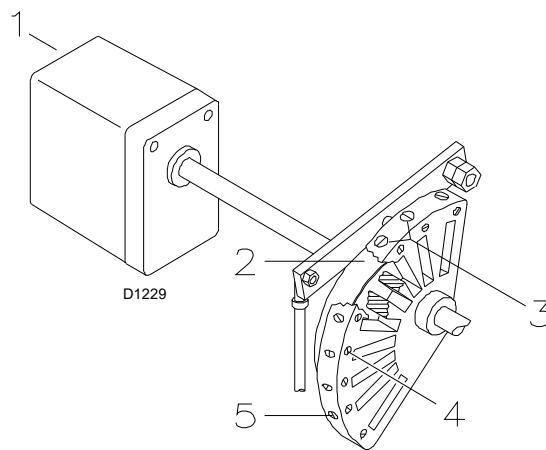
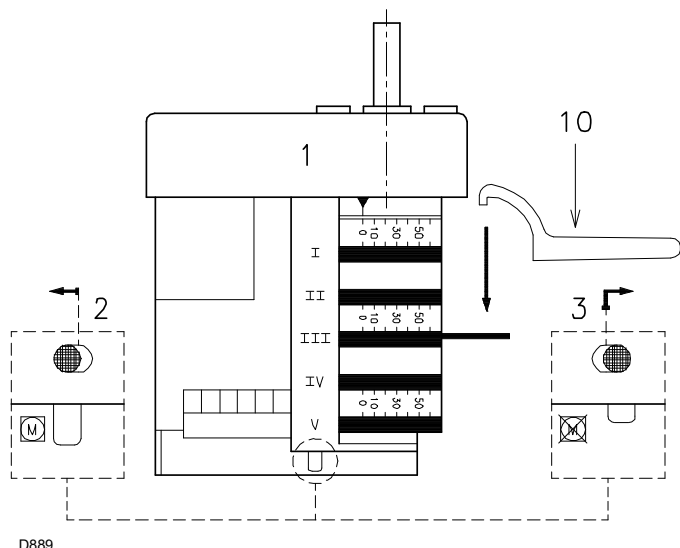

Abb. 28
Abb. 29
Das Endprofil des Nockens 2)(Abb. 28) durch Drehen der Schrauben 5) schrittweise ändern.
Das Ausgangsprofil des Nockens 2)(Abb. 28) durch Drehen der Schrauben 3) schrittweise ändern.
Schalten Sie den Brenner durch Betätigen des Schalters 1)(Abb. 28), Position OFF, aus und lösen Sie den Nocken 2)(Abb. 28) vom Stellantrieb, indem Sie die Taste 3)(Abb. 29 auf Seite 26) drücken und nach rechts schieben. Überprüfen Sie dann mehrmals, ob die Bewegung weich und ohne Klemmungen erfolgt, indem Sie den Nocken 2) von Hand vor- und rückwärts drehen.
Den Nocken 2) wieder am Stellantrieb festmachen, dazu die Taste 2)(Abb. 29 auf Seite 26) nach links verschieben.
Nach erfolgter Einstellung diese durch Betätigen der Schrauben 4)(Abb. 28) fixieren.
Für die eventuelle Einstellung des Nockens III, speziell für geringfügige Verstellungen, kann der entsprechende Schlüssel 10)(Abb. 29) verwendet werden, der mit einem Magnet unter dem Stellantrieb befestigt ist.
- 5 s :** Start des Stellantriebs: dreht um 130° nach rechts bis der Kontakt am Nocken I) (Abb. 29 auf Seite 26) auslöst. Die Luftklappe positioniert sich auf der MAX. Leistung.
- 69 s :** Der Stellantrieb dreht sich nach links, bis der Kontakt am Nocken III) (Abb. 29 auf Seite 26) auslöst.
- Der Brenner schaltet sich ab, wenn die Wärmeanforderung geringer ist, als die vom Brenner bei MIN. Leistung gelieferte Wärme (Abschnitt F-G). Die Fernsteuerung TL öffnet sich, der Stellantrieb kehrt auf den Winkel von 0°, begrenzt durch den Kontakt des Nockens II) (Abb. 29 auf Seite 26), zurück. Die Klappe schließt sich vollständig zwecks Reduzierung der Wärmeverluste bis auf den Mindestwert.
Den Nocken 2)(Abb. 28 Seite 25) vom Stellantrieb lösen, dazu die Taste 3)(Abb. 29 auf Seite 26) drücken und nach rechts verschieben und von Hand prüfen, ob die Drehung nach vor und zurück reibungslos funktioniert.
Den Nocken wieder am Stellantrieb befestigen, dazu die Taste 2)(Abb. 29 auf Seite 26) nach links verschieben.